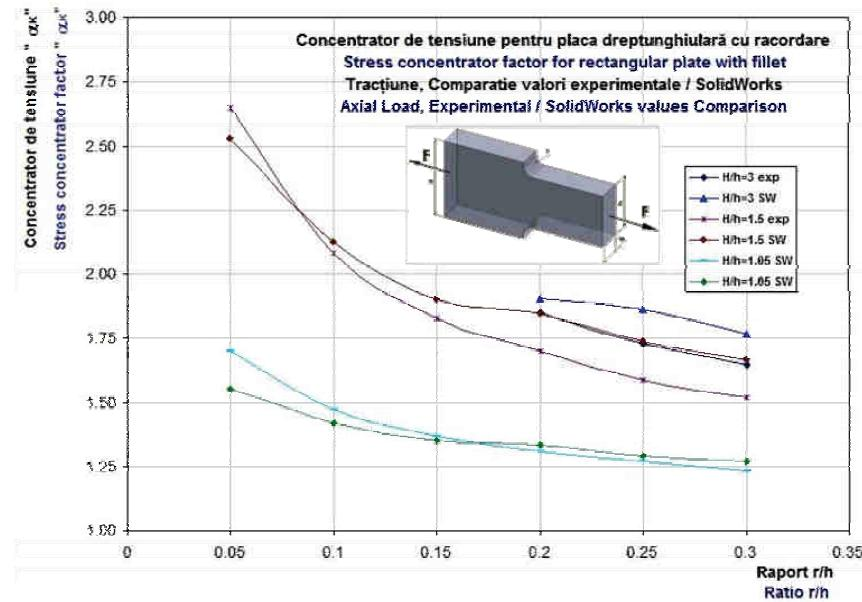

Fig. 12.19
- Rezultatele simulării sunt prezentate comparativ pentru valoarea concentratorului determinat experimental și prin simulare numerică în fig. 12.19 și fig. 12.20.
- The numerical simulation results are presented graphically in fig. 12.19 and fig. 12.20, for both experimental and simulation coefficient values.